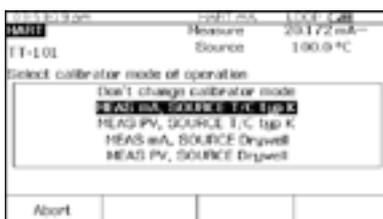

Figura 20.
2. Pressione novamente a tecla **HART** e você será solicitado a selecionar a configuração do 754 (Figura 20). Mova o cursor para **MEAS mA, SOURCE T/C typ K** (ou meça a mA se a configuração da fonte não for oferecida) e pressione **ENTER**. (Se estivesse verificando a saída digital de PV em vez da saída de mA, ou seja, se o transmissor tivesse um endereço diferente de zero na sondagem HART, você selecionaria **MEAS PV, SOURCE T/C typ K** (ou mediria a PV se a configuração da fonte não fosse oferecida).)